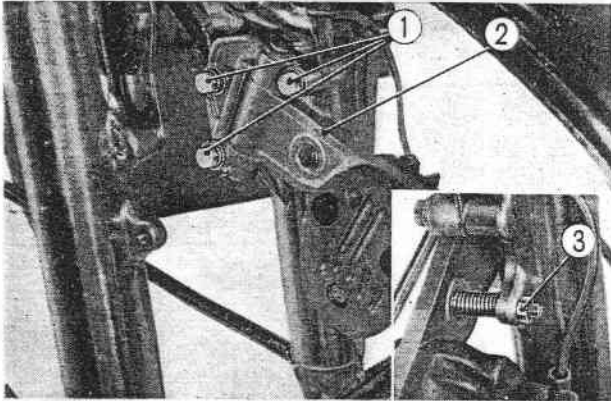

Fig. 11-11 ① Boulons de fixation du répartiteur
2. Enlevez les vis de fixation du répartiteur de freinage, l'écrou de réglage et séparez le répartiteur de la branche gauche de la fourche (Fig. 11-11)